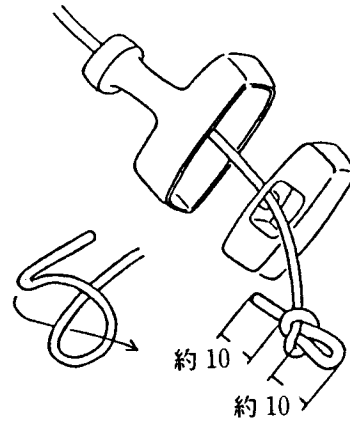

Fig 12-3
(1) 最初にスタータロープをスタータノブに通して Fig 12-3 の様に結んで、スタータノブ内に納めて下さい。